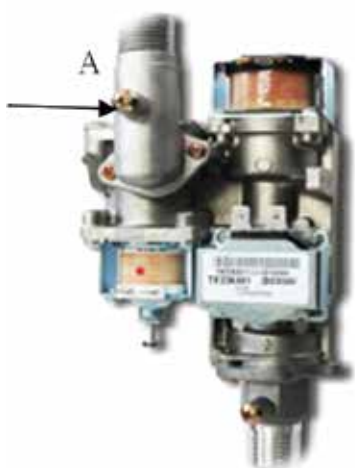

Рисунок 14. Газовый узел
- Открутить винт с уплотнением из патрубка замера вторичного давления «А» (рис.14);
- Подключить манометр для измерения давления газа к патрубку «А» (рис. 14);